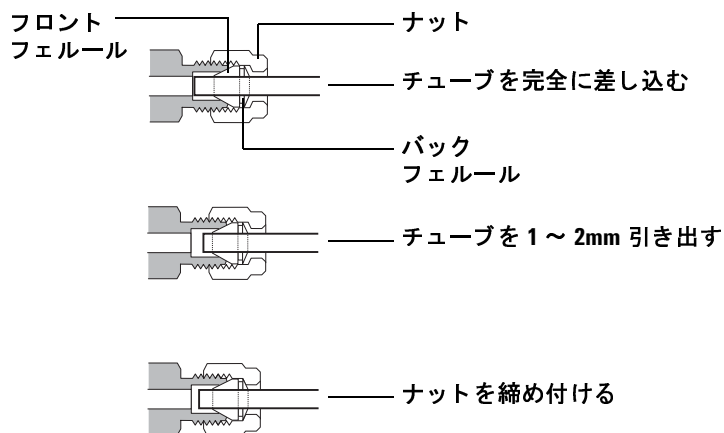

図 32 チューブの挿入
- 5 チューブをプラグに完全に差し込んでから、約 1 ～ 2mm 引き出します。ナットを指で締め付けます (図 32)。